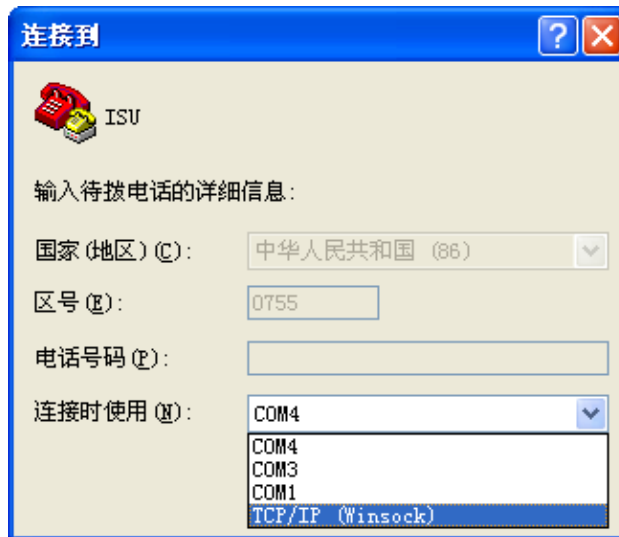

图4-22 连接到界面
2. 在名称 (N) 中输入“ISU”，点击确定按钮，显示如图 4-22所示。